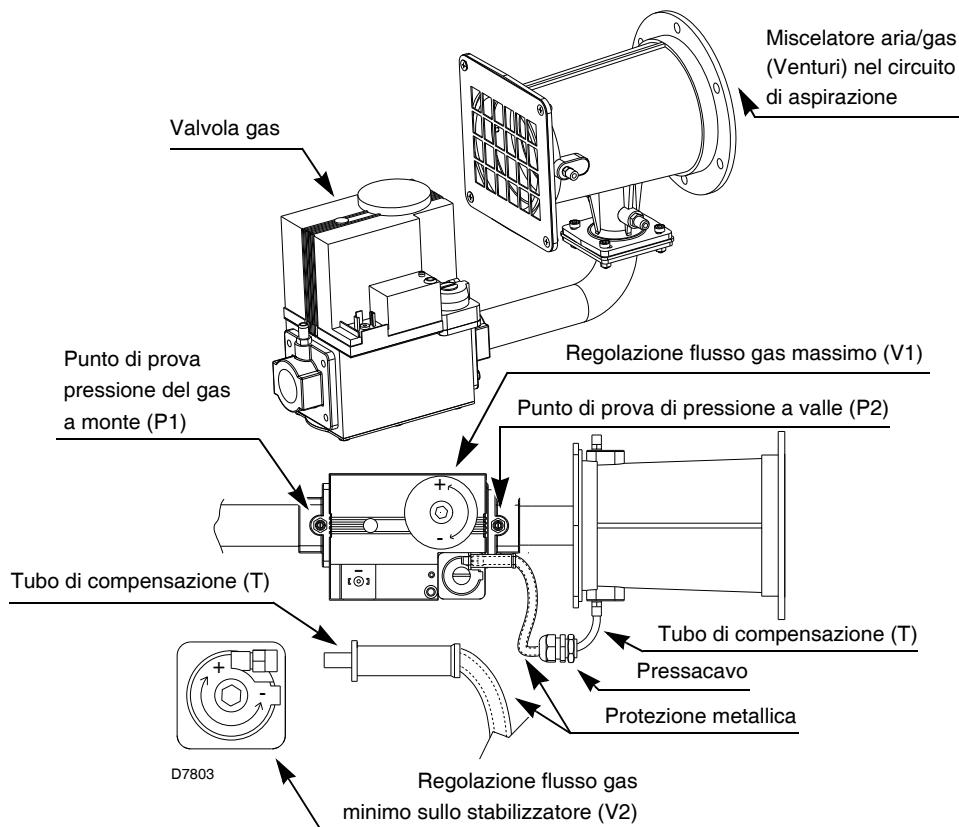

Fig. 10
- sfiicare l'aria dalla tubazione del gas mediante la vite sulla presa (Fig. 10 a pag. 12).